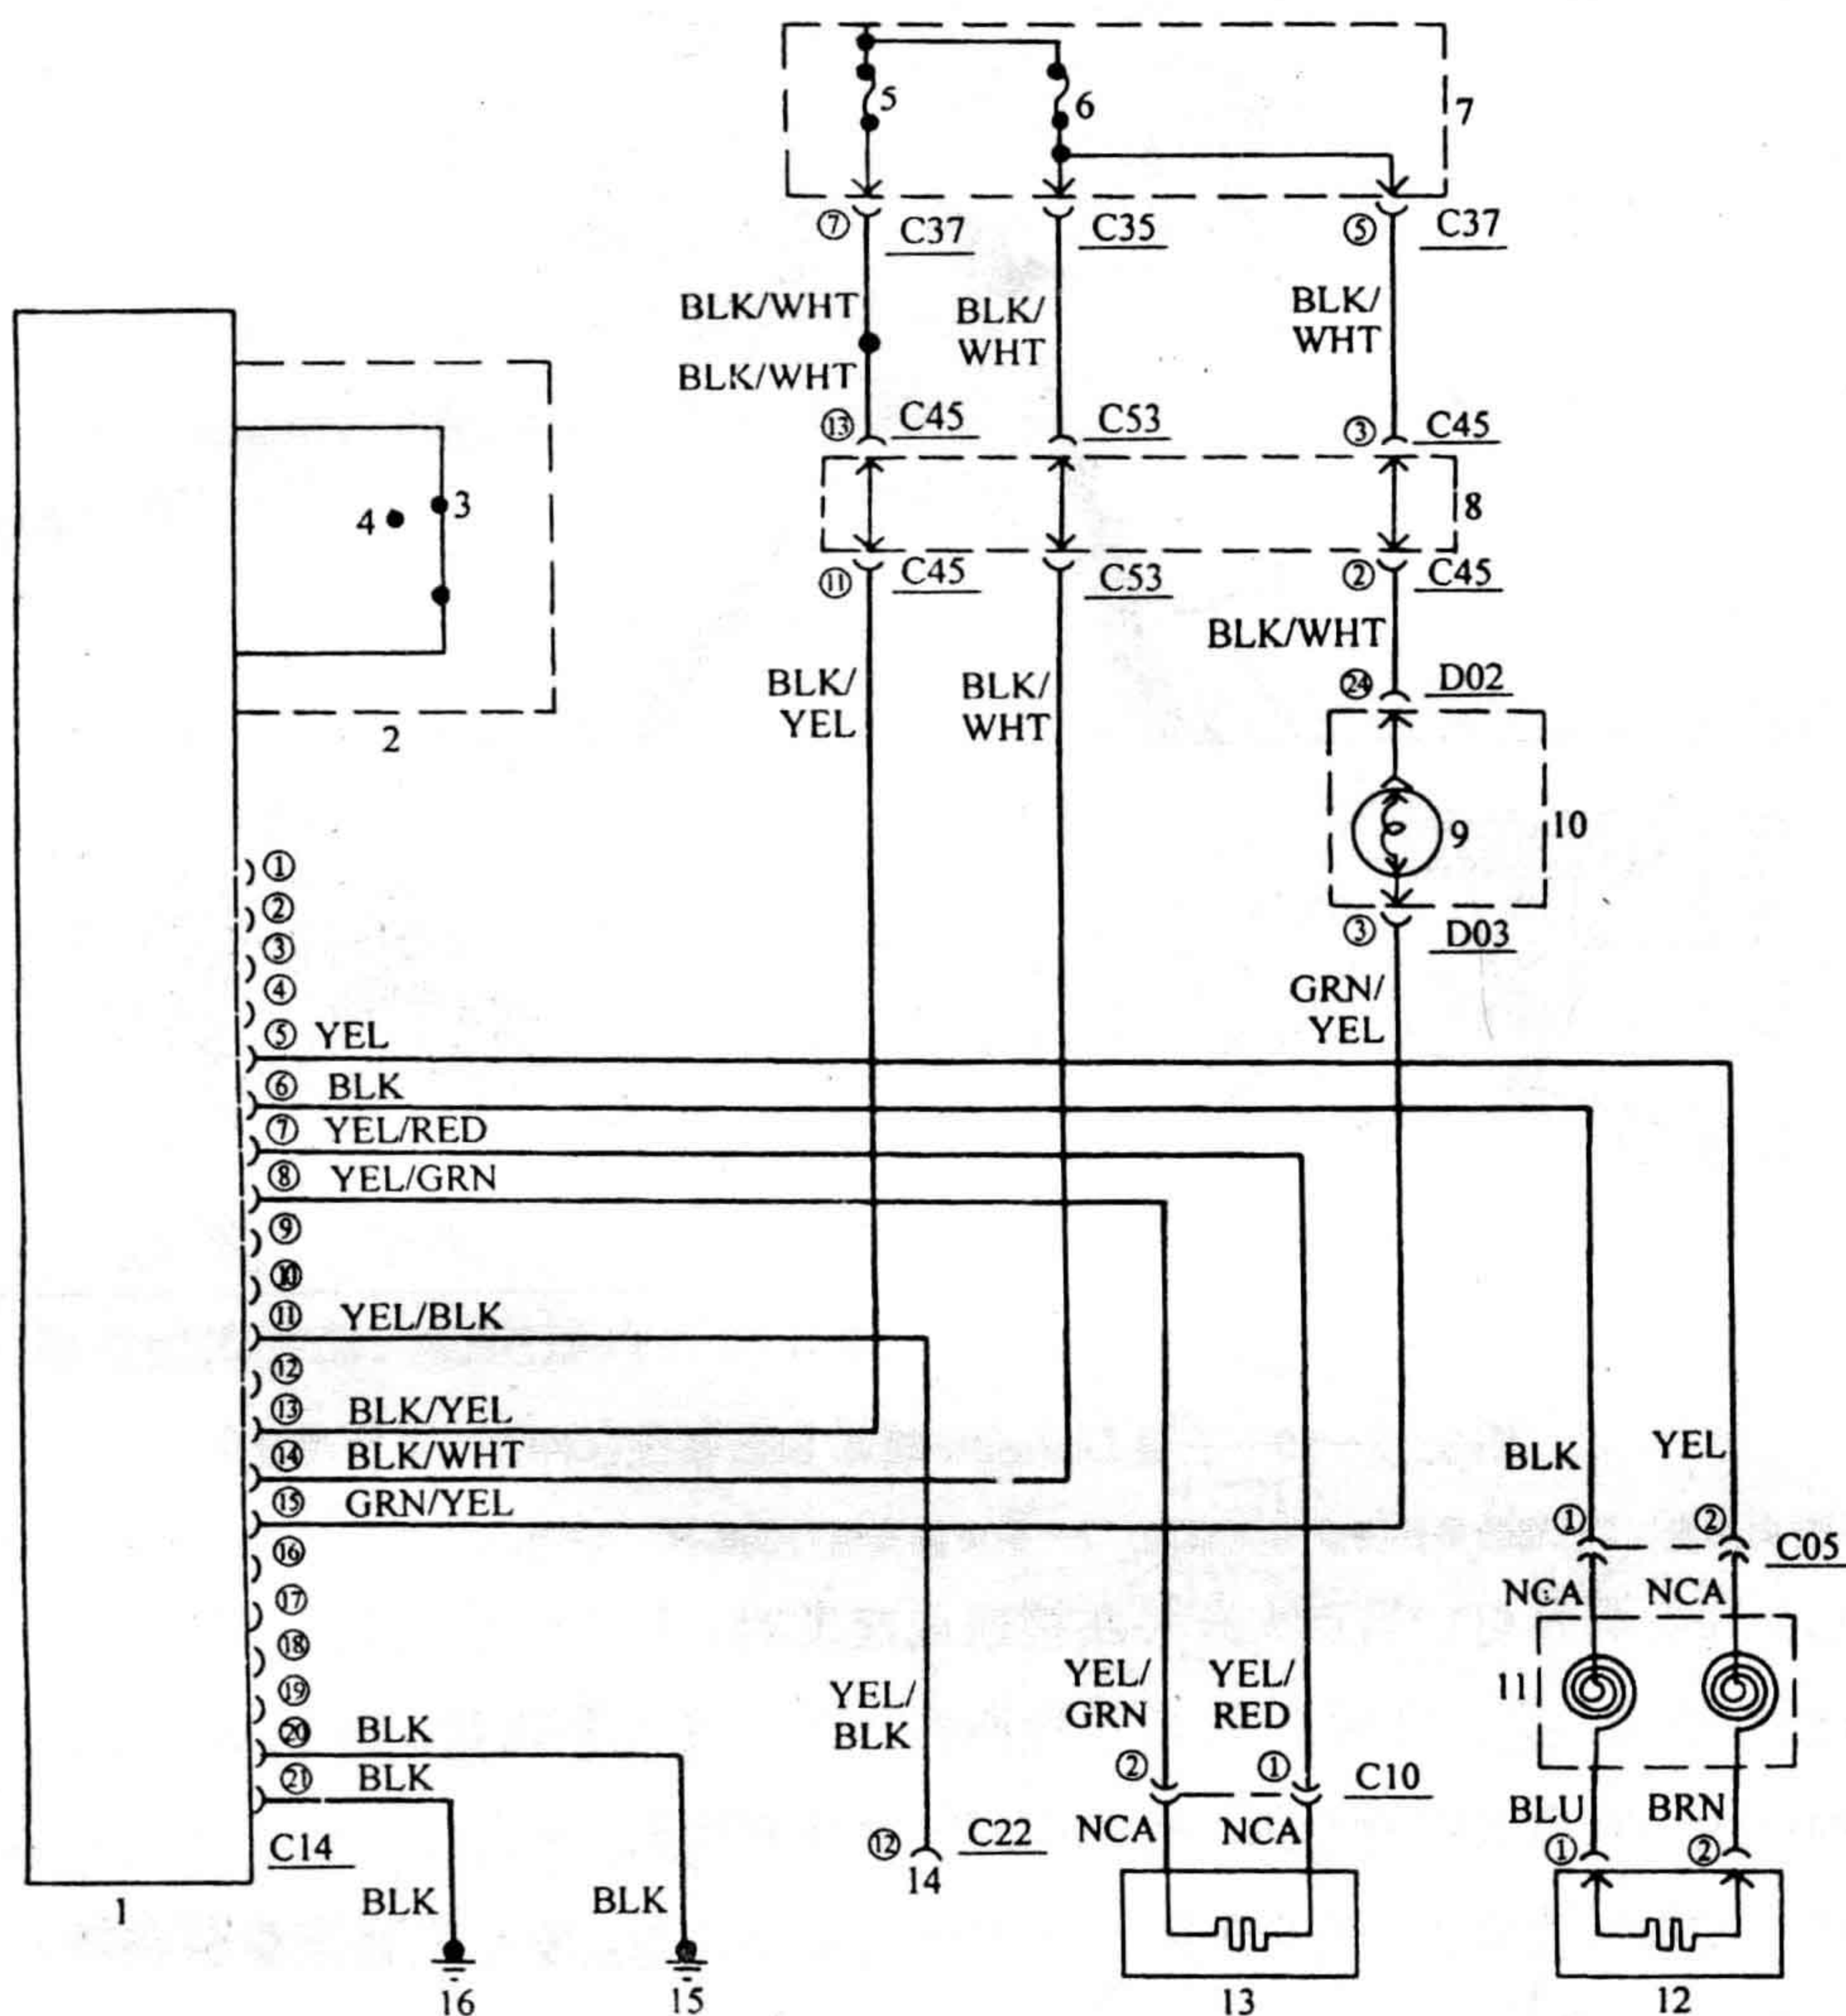

图 3-3-18 三菱 Galant 轿车 SRS 系统电路图
(6) 三菱 Galant 轿车 SRS 系统电路。图 3-3-18 所示为三菱 Galant 轿车 SRS 系统电路图。